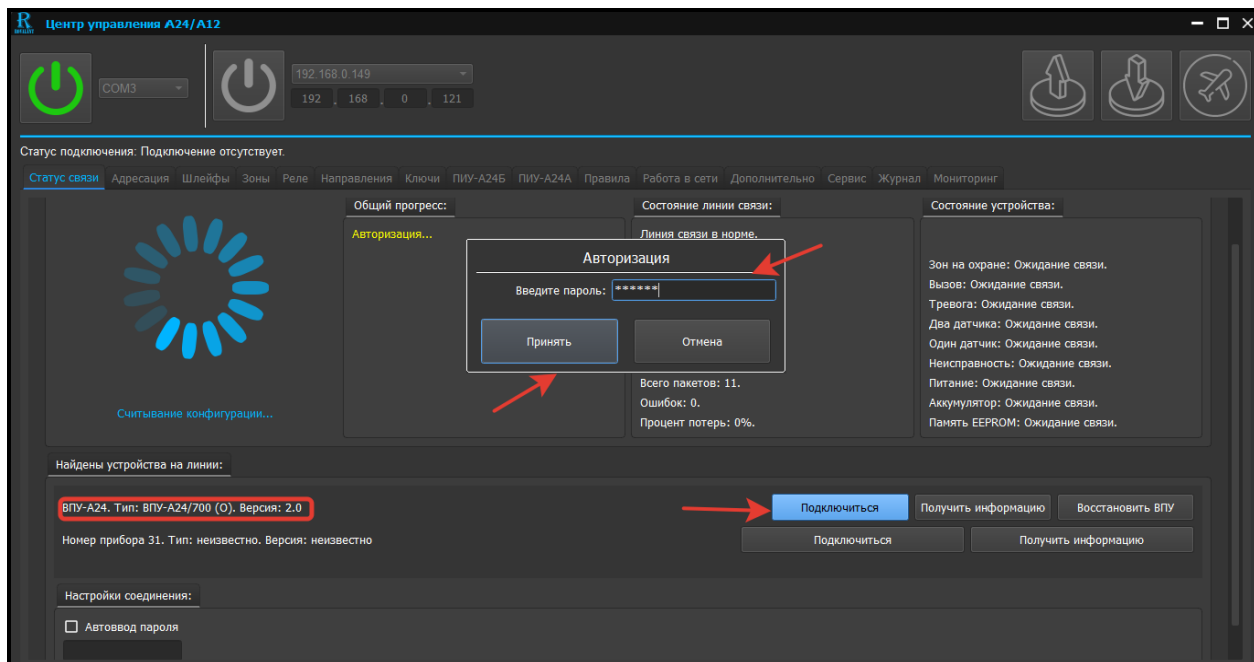

Рис.8. Скриншот окна авторизации программируемой ВПУ-A24/700(O)
При выборе для программирования ВПУ-A24/700(O) в программном окне появится выпадающее меню «Авторизация», в окне «Найдены устройства на линии» - тип ВПУ-A24/700(O) и версия ее программного обеспечения (см. рисунок 8). Для доступа к функциям программируемой ВПУ-A24/700(O) в меню «Авторизация» необходимо ввести пароль и нажать клавишу «Принять». По умолчанию заводом-изготовителем установлен пароль для доступа к функциям «123456».